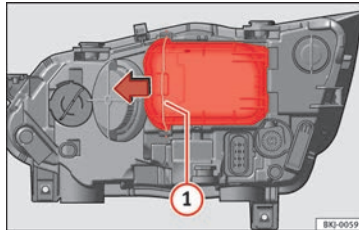

Bild 110 I motorrummet: Ta bort locket.
- För öglorna » **bild 110** ① i pilens riktning och ta bort locket.